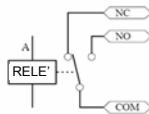

Figura 3
3. Saída fechadura eléctrica (veja Figura 3)